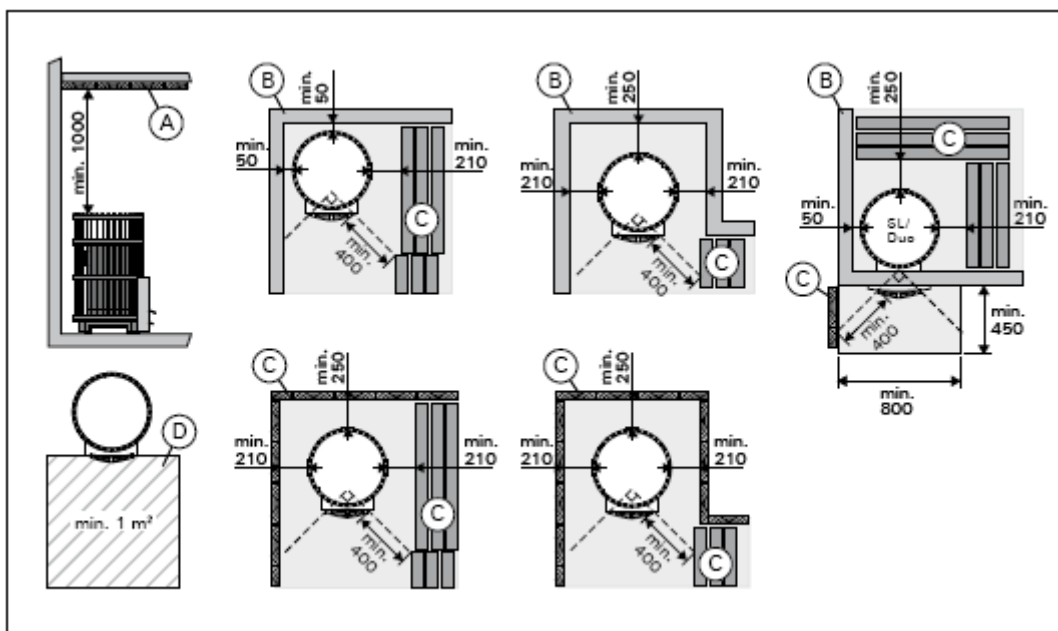

Figura 8. Distanțele de siguranță (toate dimensiunile sunt date în milimetri)
4.1.2 Distanțe de siguranță (Figura 8)